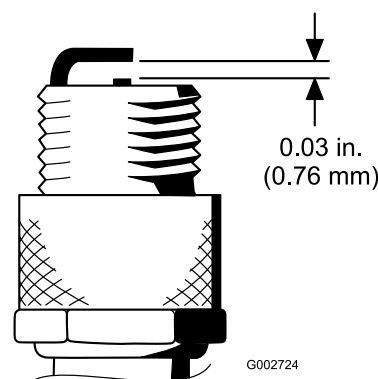

Figure 51
4. Réglez l'écartement entre les électrodes centrale et latérale à 0,76 mm (Figure 51).